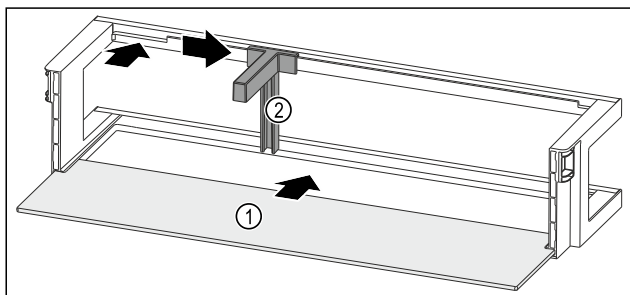

Fig. 59 Дверная полка со съемной полкой
- ▶ Вдвиньте съемную полку Fig. 59 (1) в боковые пазы.
- ▶ Установите держатель для бутылок Fig. 59 (2) в выемку.
- ▶ Сместите держатель для бутылок Fig. 59 (2) в нужное положение в сторону.